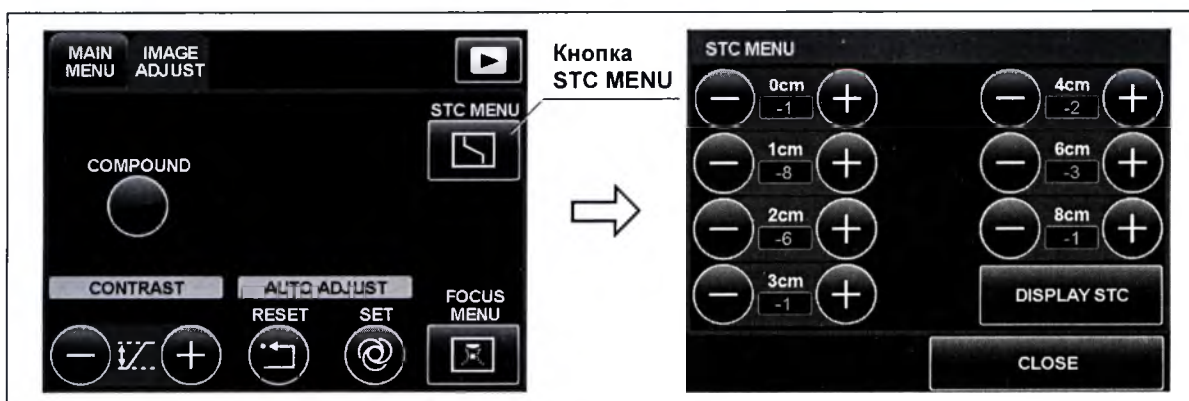

Рисунок 7.75
Нажмите кнопку STC MENU для переключения дисплея в меню STC MENU (см. рис. 7.75).
- 1 В момент отображения на сенсорной панели меню STC MENU на изображение режима В в окне исследования отображается текущая кривая STC. Заданное значение отображается на сенсорной панели. (см. рис. 7.75)